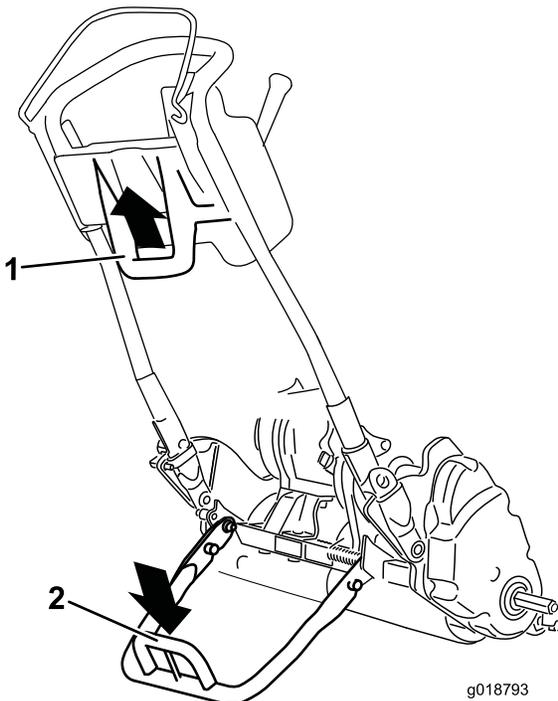

Figure 24
- Pour utiliser la béquille afin de monter les roues de transport, abaissez-la au sol et posez le pied sur l'arceau tout en tirant la machine vers le haut et l'arrière par la poignée centrale inférieure (Figure 24).